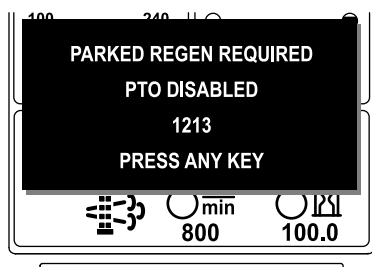

Figura 19
- Se non eseguite una rigenerazione parcheggiata entro 2 ore, l'InfoCenter visualizza il messaggio di richiesta della rigenerazione parcheggiata e di disabilitazione della presa di forza ADVISORY #1213 (Figura 19).